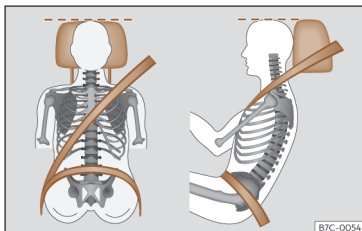

Fig. 13 Sangle bien ajustée et appuie-tête correctement réglé.
- Réglez l'appuie-tête de manière à ce que son bord supérieur soit, dans la mesure du possible, à la même hauteur que la partie supérieure de votre tête, le plus proche possible à la hauteur de vos yeux¹⁾ >>> page 103. Gardez la nuque le plus près possible de l'appuie-tête >>> fig. 13.
- Réglez le siège dans la longueur de manière à pouvoir actionner à fond les pédales avec les genoux légèrement fléchis et de manière à laisser une distance d'au moins 10 cm (4 pouces) entre les genoux et le tableau de bord >>> fig. 13.